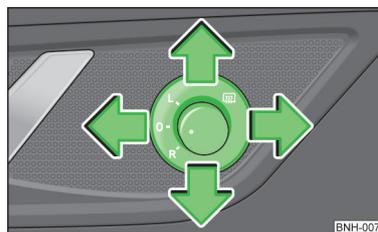

Fig. 31
- Faites tourner le bouton de réglage sur la position » fig. 31.
- Faites tourner le bouton de réglage sur la position **L** » fig. 31. Le mouvement de la surface des rétroviseurs est identique à celui du bouton rotatif.
- Faites tourner le bouton de réglage sur la position **R** » fig. 31. Le mouvement de la surface des rétroviseurs est identique à celui du bouton rotatif.